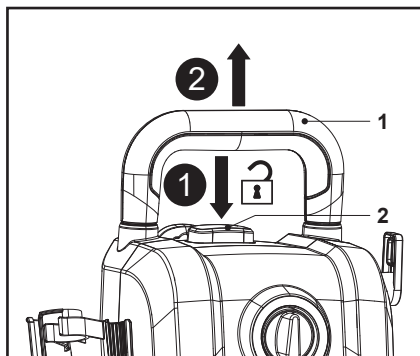

Fig. 13
1. Prima sem soltar o botão de bloqueio da pega (2) e, em seguida, puxe a pega de transporte (1) até parar (Fig. 13).